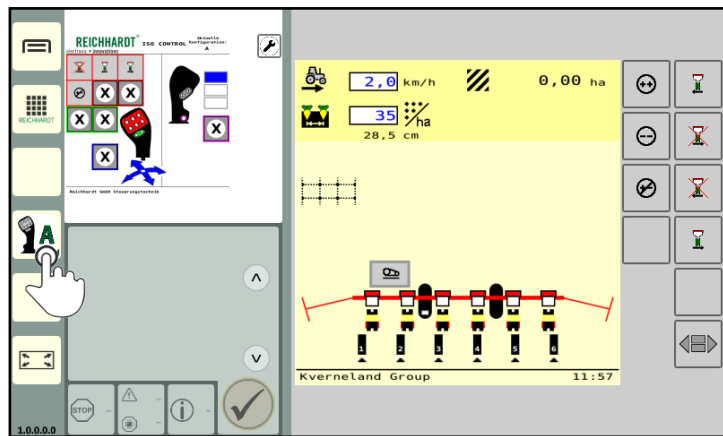
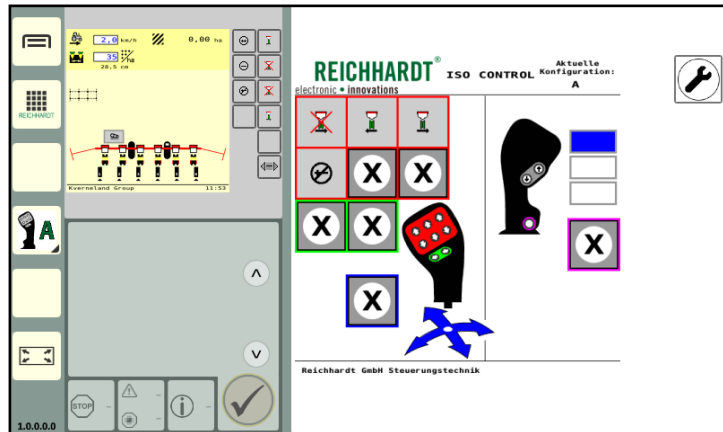

Abb. 49: Schnellwahl Taste einer (im Miniaturfenster bereits ausgeführten) Anwendung wird angetippt, um Sie im Hauptfenster auszuführen
Abb. 50: Anwendung wird ins Hauptfenster verschoben und mit ursprünglicher Anwendung aus Hauptfenster getauscht
- Ist eine Anwendung im Hauptfenster aktiv, wenn eine zweite angetippt wird, wird die aus dem Hauptfenster automatisch in ein Miniaturfenster verschoben (siehe Abb. 49 und Abb. 50).